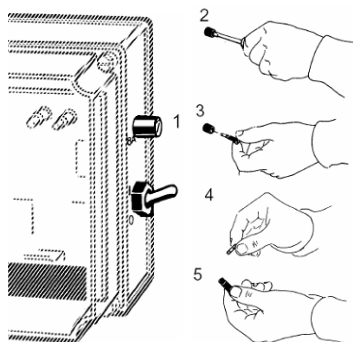

Рисунок 1.20 – Замена предохранителя
На одной стороне ведущего блока имеется предохранитель (1), который предназначен для работы с аккумулятором (рис. 1.20).